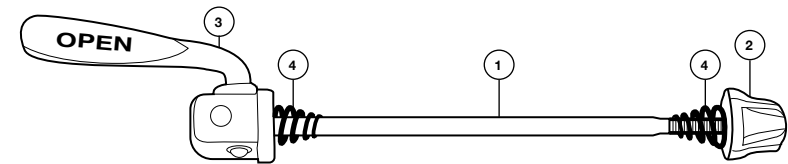

Figura 14. Perno della ruota a sgancio rapido: ① Stelo ② Dado ③ Leva ④ Molla conica
2. Controllare che le molle coniche siano presenti su ciascun lato del mozzo e che la circonferenza minore di queste sia rivolta verso il centro della ruota come in *Figura 14*.